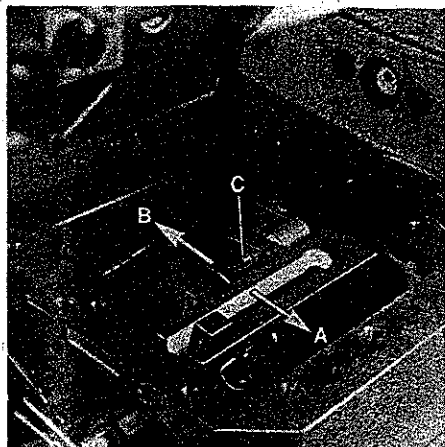

Fig. 65
2. Loosen screw (C, Fig. 65).
3. To increase the looper avoid motion move screw (C, Fig. 65) in the direction of the arrow towards "A", to decrease the motion move it in the direction towards "B". Retighten screw.
2. Lösen Sie die Schraube (C, Fig. 65).
3. Verschieben Sie für einen größeren Seitenweg die Schraube (C, Fig. 65) in Pfeilrichtung nach "A" und für einen kleineren Seitenweg in Richtung nach "B". Ziehen Sie die Schraube wieder an.